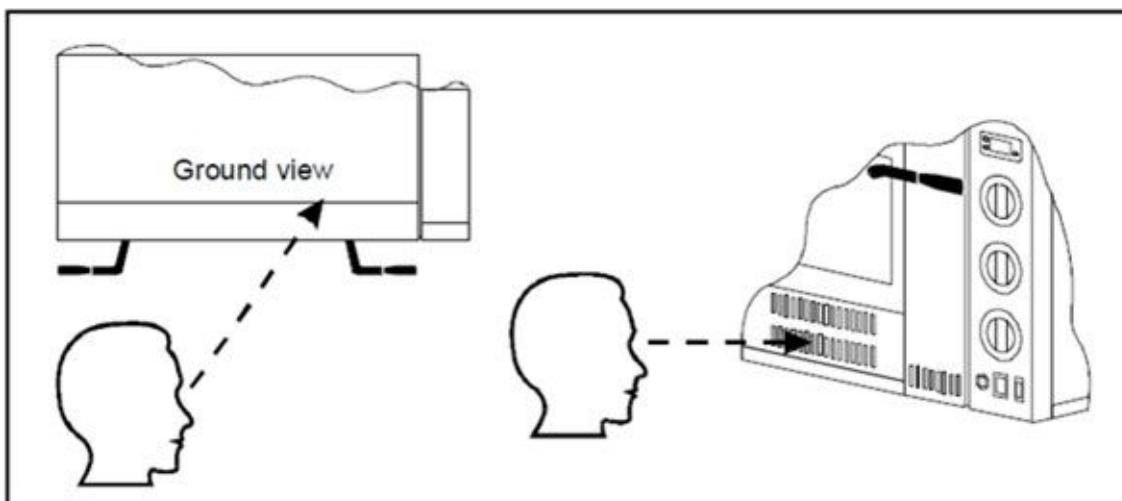

ABB.15
- 5) Drehen Sie den Knopf des Hauptgaszufuhrvents (Abb. 14-Bez. 4) in die Position Halten Sie den Knopf gedrückt und drücken Sie gleichzeitig mehrmals die piezoelektrische Zündung der Zündflamme (Abb. 14-Bez. 5). Sobald die Kontrollflamme aufleuchtet, lassen Sie den Knopf los. die Pilotflamme muss erleuchtet bleiben, andernfalls wiederholen Sie den Vorgang. Die Kontrollleuchte kann durch die Öffnungen auf der rechten Seite der Frontplatte (Abb. 3-Bez. 2) gesteuert werden, indem man nach innen schaut und dabei eine Neigung von etwa 45° nach rechts beobachtet (ABB. 15);